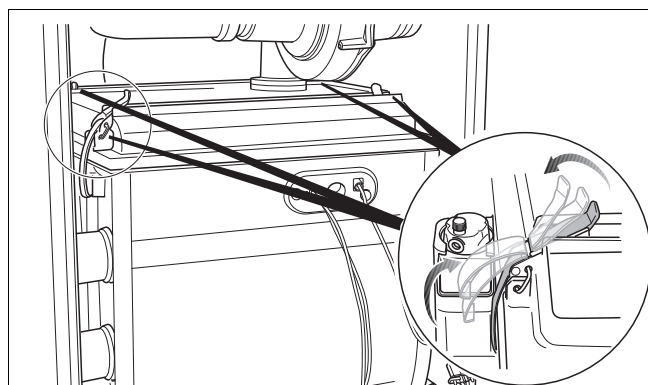

Fig. 107 Deschideți zăvoarele cu închidere automată
- Deschideți cele 4 zăvoare de la capacul arzătorului (fig. 107). Zăvoarele cu închidere automată se pot afla sub tensiune.